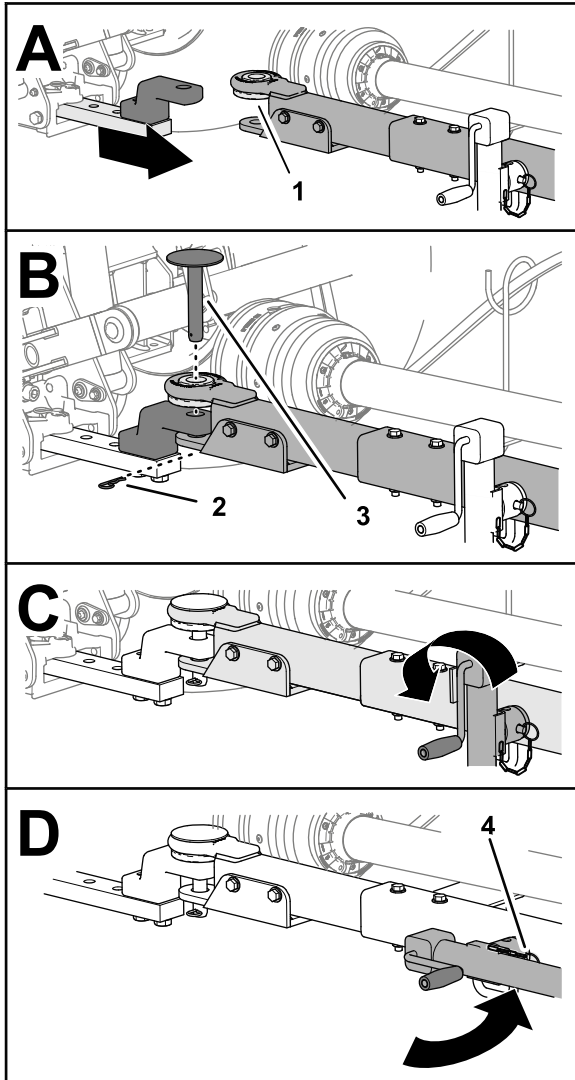

Bild 23
- Wenn Ihr Mäher über eine Bolzen-Deichsel verfügt, stecken Sie den Kupplungsstift durch die Löcher in der Deichsel und Zugstange und sichern Sie den Stift mit dem Splint (Bild 23).
6. Heben Sie den Deichselheber vollständig an (Bild 23).
7. Entfernen Sie den Stift der den Deichselheber an der Deichsel sichert, schwenken Sie den Deichselheber in die horizontale Stellung und sichern Sie den Deichselheber mit dem Stift (Bild 23) an der Deichsel.